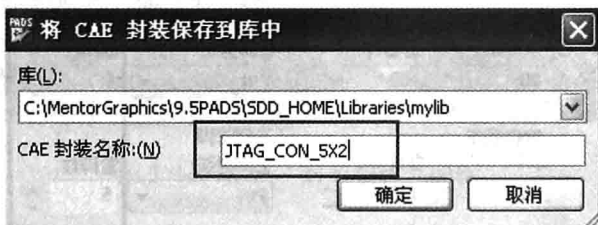

图 3-21 输入 CAE 封装名称
(4) 在弹出的对话框中输入 CAE 封装名称“JTAG_CON_5X2”，如图 3-21 所示。单击【确定】按钮，完成 CAE 封装的保存。